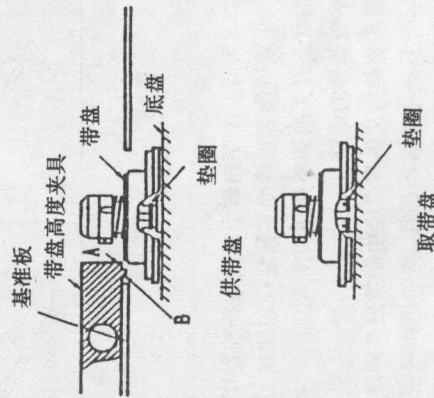

图18
②将基准板装上，并将带盘高度夹具放在其上；
③调整供带盘和取带盘中的垫圈；
④检查带盘是否在带盘高度夹具的A部和B部之间；
⑤如带盘不在夹具的A部和B部之间的话，就调换带盘中的垫圈（有0.25mm和0.5mm两种），或调整垫圈。调整图如图18所示。